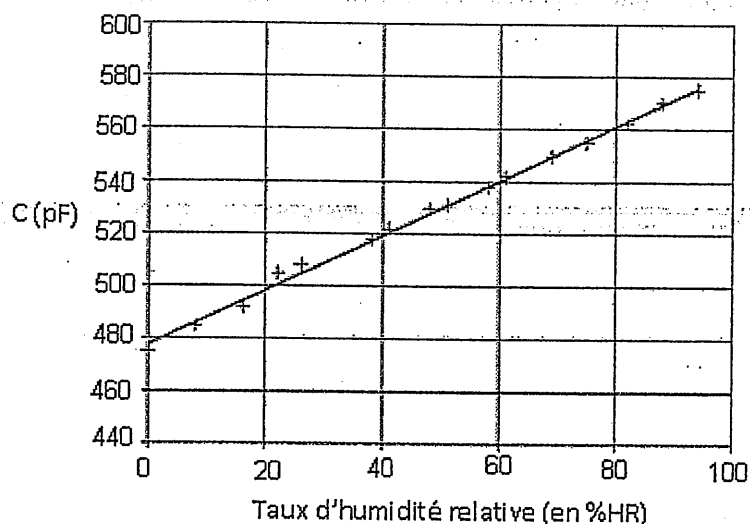

Figure: 4
- La caractéristique de transfert du capteur est donnée par la figure 4 ci-dessous :